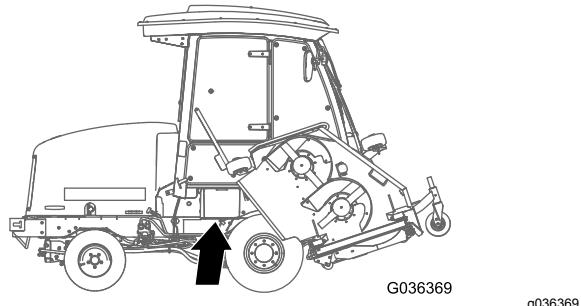

Figure 95
- Ouvrez le couvercle de la batterie sur le côté du carénage (Figure 95).
Remarque: Appuyez sur la surface plate au-dessus du couvercle de batterie pour faciliter la dépose du couvercle (Figure 95).